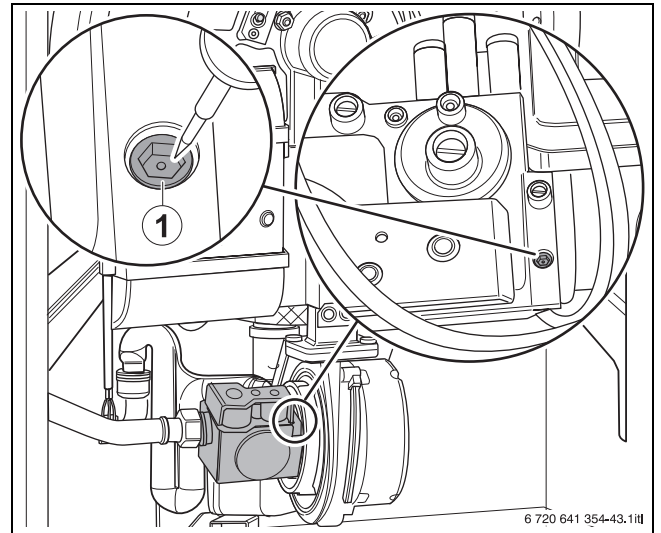

Fig. 35 Realización del ajuste de CO2 con carga total
- ▶ En valores de CO2 por debajo del 8,5 % o por encima del 9,6 % debe corregir el ajuste del tornillo de ajuste de carga máxima (→ fig. 35, [1], tab. 12).
- ▶ En valores de CO2 por debajo del 9,8 % o por encima del 10,8 % debe corregir el ajuste del tornillo de ajuste de carga máxima (→ fig. 35, [1], tab. 13).